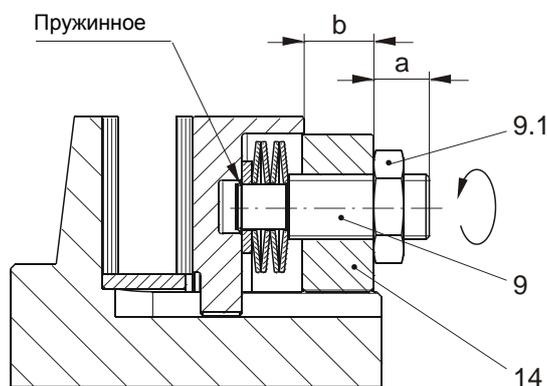

Рис. 25 Несущие болты тарельчатых пружин (9) с контргайкой (9.1)
Установка крутящего момента с несущими болтами тарельчатых пружин с контровкой (Рис.25)
1. Установочный винт (22) вывернуть из регулировочной гайки (14).
2. Регулировочную гайку (14) с незакрученными до конца, расслабленными несущими болтами тарельчатых пружин (несущие болты (9) выступают над регулировочной гайкой (14)) с помощью торцевого штифтового ключа выставить на величину размера "b". При этом цапфы торцевого штифтового ключа для вращения регулировочной гайки (14) должны быть вставлены в два шестигранных углубления в несущих болтах (9) тарельчатых пружин.
Несущие болты (9) пакета тарельчатых пружин не выкручивать против усилия пружинного стопорного кольца (Рис. 25).
3. После регулировки зафиксировать регулировочную гайку (14), вкрутив радиально расположенный установочный винт (22) в один из 4 пазов втулки.